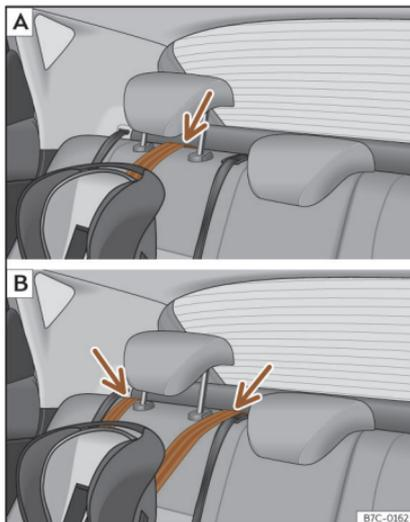

Fig. 27 Banquettes arrière : réglage et montage en fonction de la ceinture Top Tether.
- Placez la courroie sous l'appui-tête du siège avant » » fig. 27 (en fonction des instructions du siège, relevez ou retirez l'appui-tête si nécessaire).